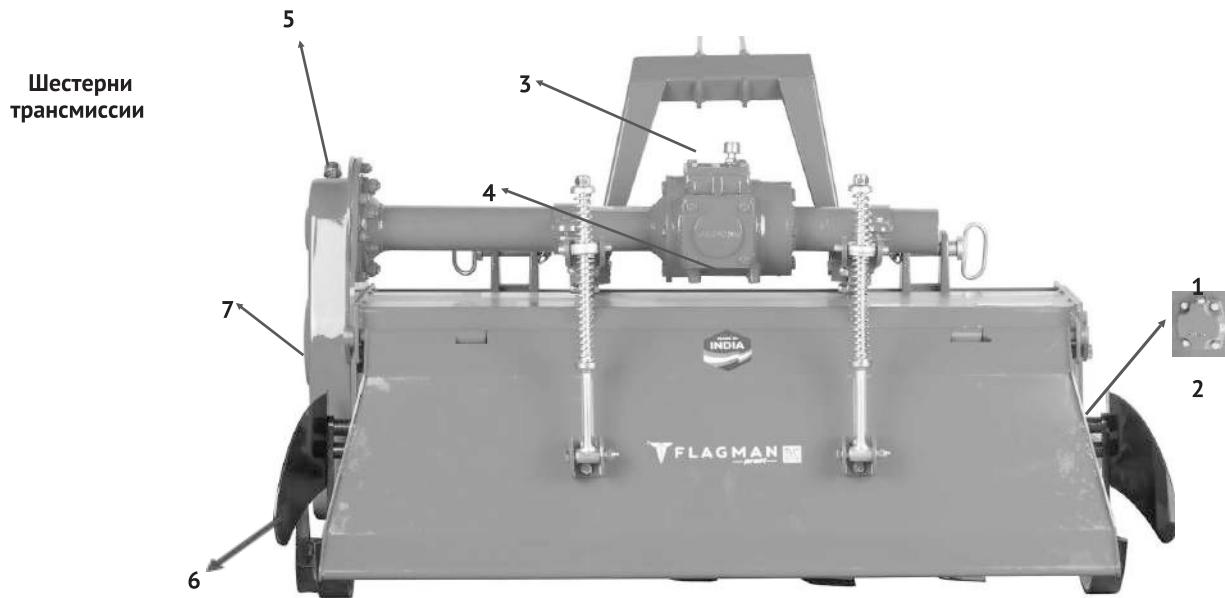

Рис. 25
- Проверьте уровень масла в коробке передач или в редукторе и при необходимости долейте его до метки на штоке. (рис. 25).
- Коробка передач: проверьте уровень масла в боковом кожухе коробки передач, открутив пробку уровня/слива (рис. 25) и убедившись, что масло вытекает. При необходимости долейте масло через заливную пробку (1 рис. 25). Оно должно вытекать из контрольного отверстия.
- Боковые шестерни трансмиссии: проверьте уровень масла в боковом корпусе трансмиссии, открутив контрольную пробку (5 Рис. 25) и убедившись, что масло вытекает. При необходимости долейте масло через заливную пробку (3 рис. 25). Оно должно вытекать из контрольного отверстия.
- Замените масло в коробке передач или в редукторе и корпусе коробки передач, полностью слив старое масло через сливную пробку под редуктором и через сливную пробку коробки передач (4 рис. 25).